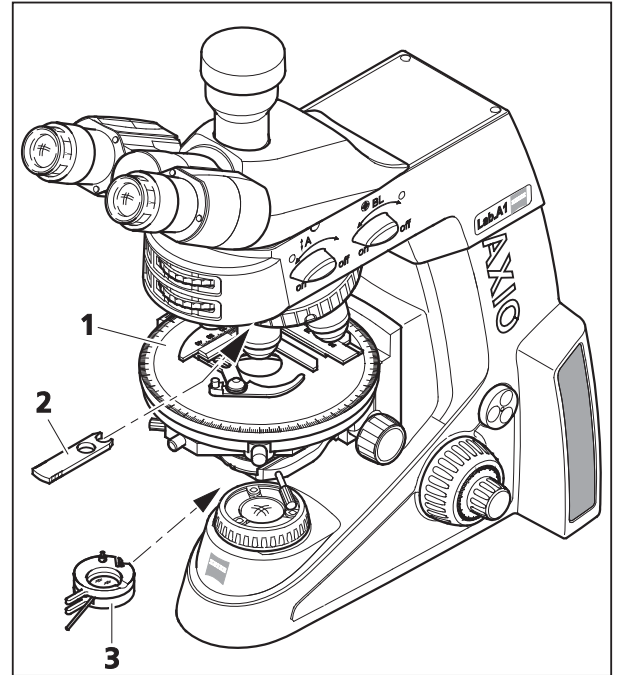

Fig. 4-12 Composants pour la polarisation en lumière transmise sur le statif Conoscopie
- Procédez au réglage du microscope comme décrit pour le fond clair en lumière transmise selon KÖHLER (cf. paragraphe 4.1.1 (3)).
- Centrez la platine tournante Pol (Fig. 4-12/1) (cf. paragraphe 3.1.8.5) et les objectifs (cf. paragraphe 3.1.8.6).
- Intercalez le polariseur (Fig. 4-12/3) dans le trajet lumineux et tournez-le en position 0° s'il s'agit d'un polariseur orientable.
- Intercalez l'analyseur dans le trajet lumineux et tournez la bague de réglage pour assombrir le champ visuel (Fig. 4-12/2).
- Intercalez le polariseur fixe ou orientable dans le trajet lumineux (Fig. 4-12/3). Tournez le polariseur orientable pour l'amener en position 0°.
- Sur le statif Axio Lab pour polarisation, introduisez l'analyseur (453681-0000-000) dans le logement 6x20 (Fig. 4-12/2).
**(2) Équipement du microscope Axio Lab pour la conoscopie**
- Platine tournante Pol (Fig. 4-12/1)